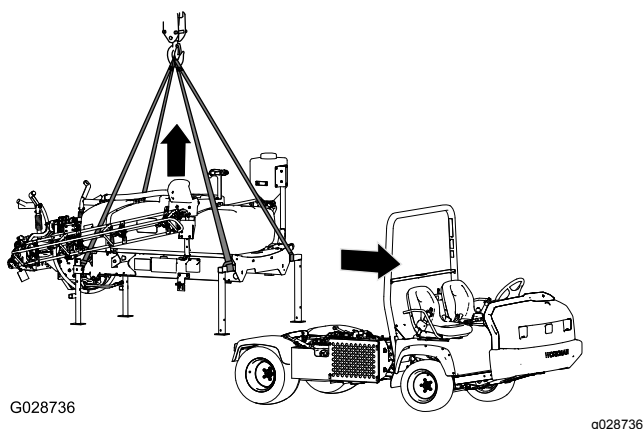

Figura 107
1. Baje los brazos a un ángulo de 45° aproximadamente y gírelos hacia delante (Figura 107).
7. Eleve el patín del depósito de la máquina lo suficiente para extraer el patín de la máquina (Figura 107).
5. Conecte el equipo de izado a los tubos horizontales de los soportes fijos delanteros y al poste vertical de los soportes fijos traseros (Figura 107).